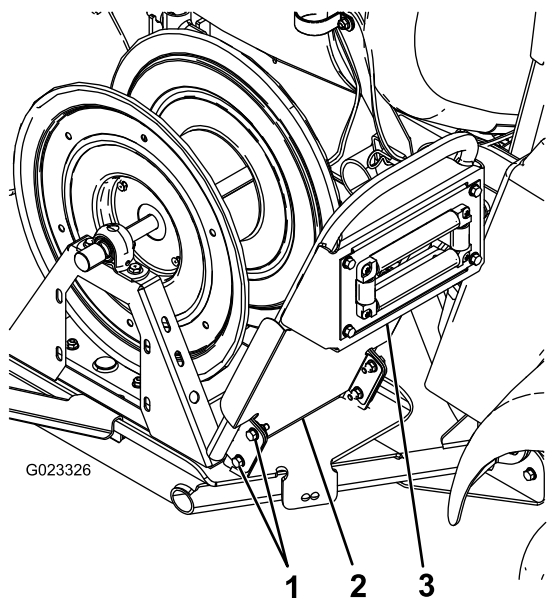

**Рисунок 10**
4. На нижней поверхности рамы шлангового барабана присоедините упорную шайбу и стопорное кольцо к стойке на поворотной пластине (Рисунок 10).